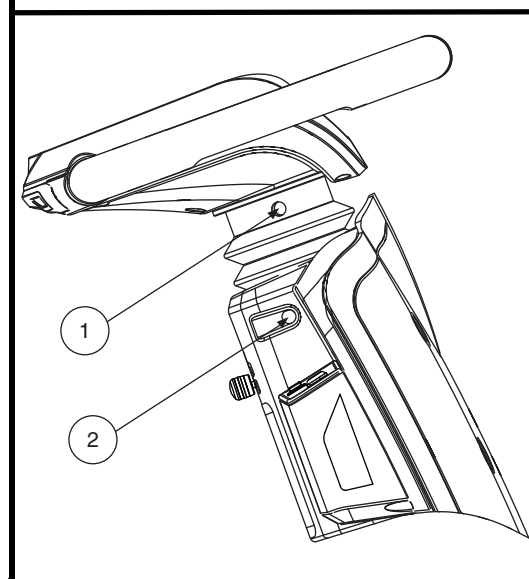

Figure 16. Réglages de la hauteur du guidon et de l'angle de la console
1. Insérer une clé Allen de 5 mm dans l'ouverture sur le côté du guidon et desserrer le boulon. **Voir la figure 16.**
1. Insérer une clé Allen de 6 mm dans l'ouverture sur le côté du guidon et desserrer le boulon. **Voir la figure 16.**